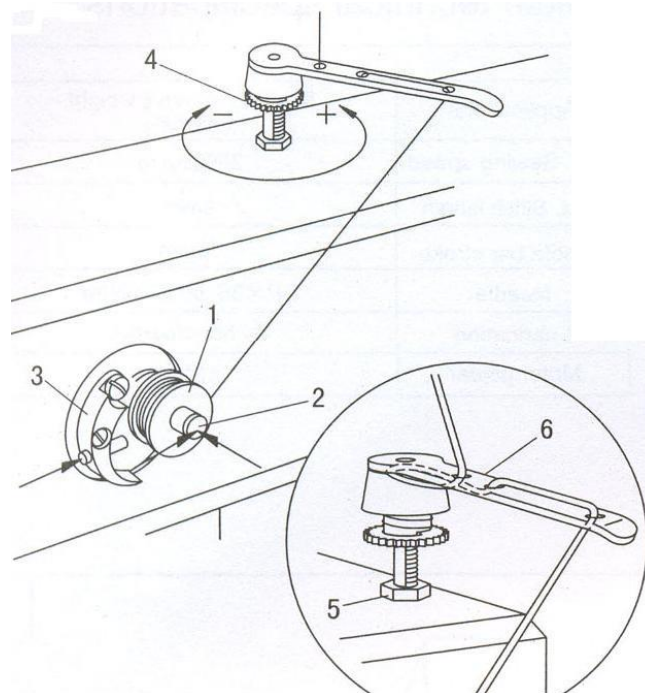

Рис. 3
## 5. Намотка нити на шпульку (Рис. 3)
2. Как показано на Рис. 3, вытяните нить и намотайте несколько раз на шпульку по часовой стрелке;
Уход за вращающимся челноком (Рис. 3)